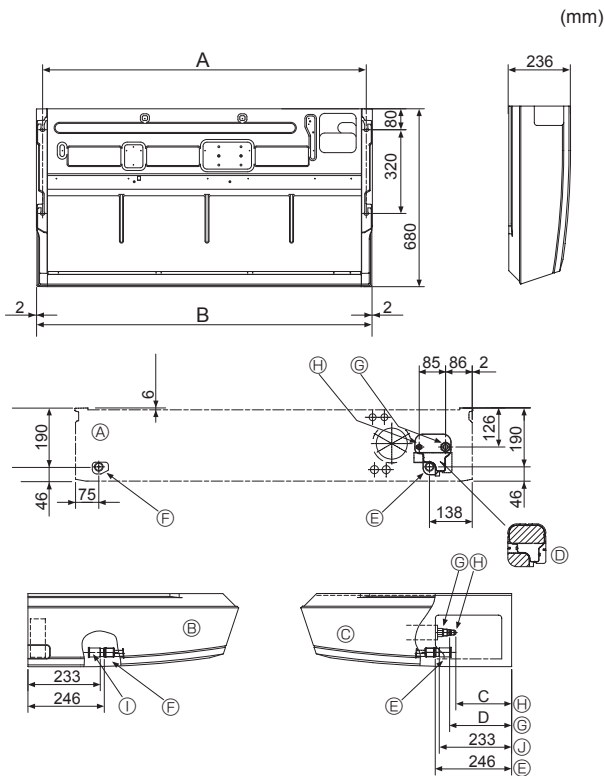

Fig. 3-2
①	Anilhas	4 peças
②	Revestimento do tubo	1 peça grande (tubagem de gás)
③	Revestimento do tubo	1 peça pequena (tubagem para líquidos)
④	Bandas	4 peças
⑤	Tomada da junta	1 peça com marca 'UNIT'
⑥	Revestimento da tomada	1 peças
⑦	Revestimento do tubo de drenagem	1 peças
⑧	Porca afunilada	1 peças $\varnothing 6,35$ (M60 apenas)
3.2. Preparação para instalação (Fig. 3-2)